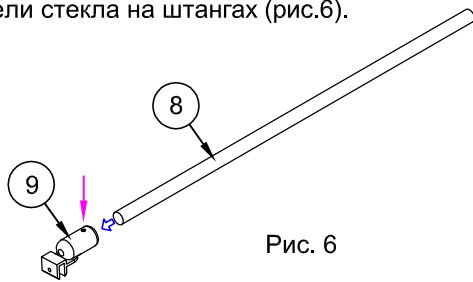

Рис. 6
3.1. Стекло панели №1 не имеет отверстий в верхних углах. Соединить крепления штанга - стекло №9 со штангами №8. Шестигранным ключом закрутить винты и зафиксировать держатели стекла на штангах (рис.6).